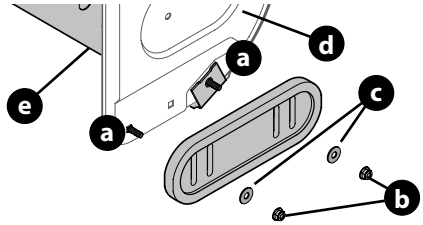

Figura 39
1. Con los dos pernos de carro (a) y las tuercas hexagonales con reborde (b) y las arandelas planas (c) (si vienen equipadas) fije las zapatas antideslizantes a la caja de la barrena (d). Ajuste a mano las tuercas hexagonales con reborde (Figura 39).